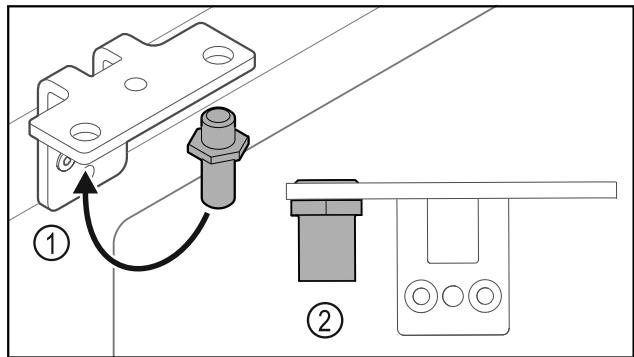

Fig. 37
► 调换合页角铁中的螺栓 Fig. 37 (1)。
► 用 12 Nm 的扭矩拧紧螺栓 Fig. 37 (2)。